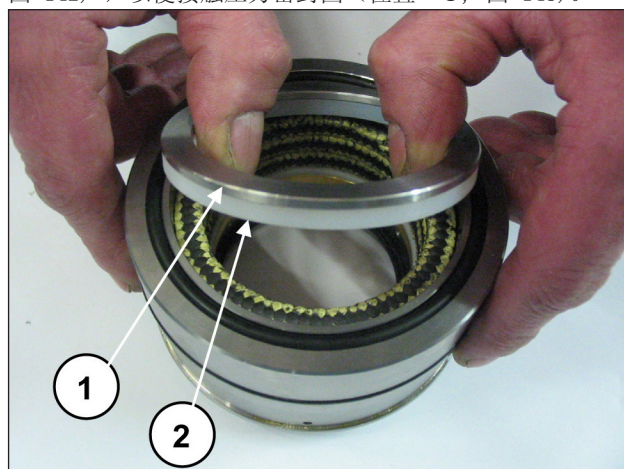
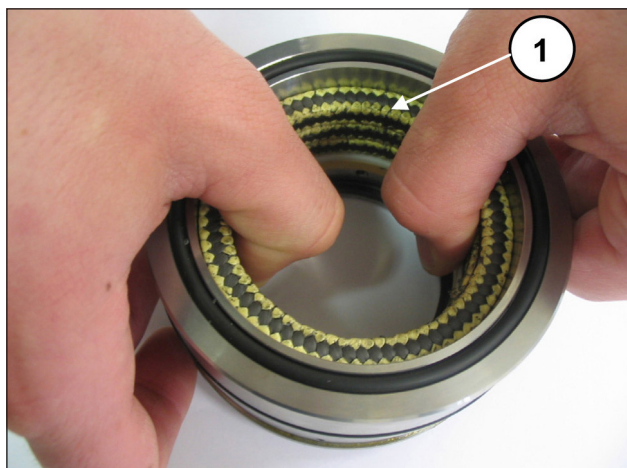

图 142
图 143
将衬垫支架与护套分开，取下弹簧环和刮环（位置 ①②，图 142），以便接触压力密封圈（位置 ①，图 143）。